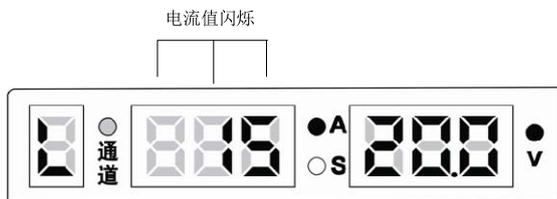

图3-33 锁定电流调节范围界面
4. 在锁定电流调节范围界面下，中间数码管闪烁，显示如图 3-33 所示。用主机面板旋钮设定好电流调节范围，按**存储**键确认后自动进入锁定电压调节范围界面。默认锁定电流调节范围为 $\pm 15A$ 。